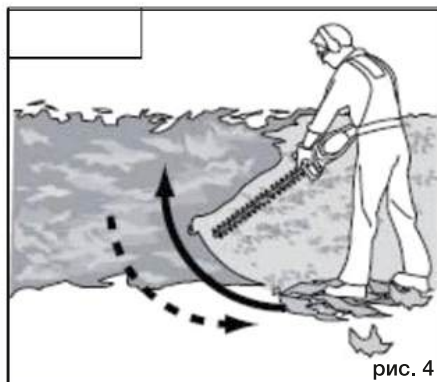

рис. 4
4. Сначала разрежьте обе стороны снизу вверх. Это предотвратит попадание обрезков на участок, который еще предстоит срезать (рис.4).